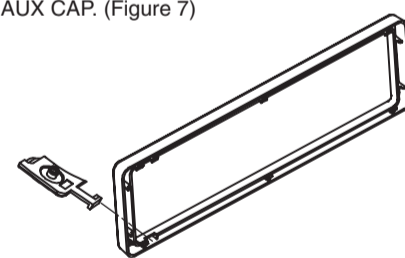

Figure 5 / Figure 5 / Figura 5 / Figura 5
1. Place the AUX CAP into the Outer Escutcheon. (Figure 5)
1. Placez le cache Aux dans l'écusson externe (Figure 5).